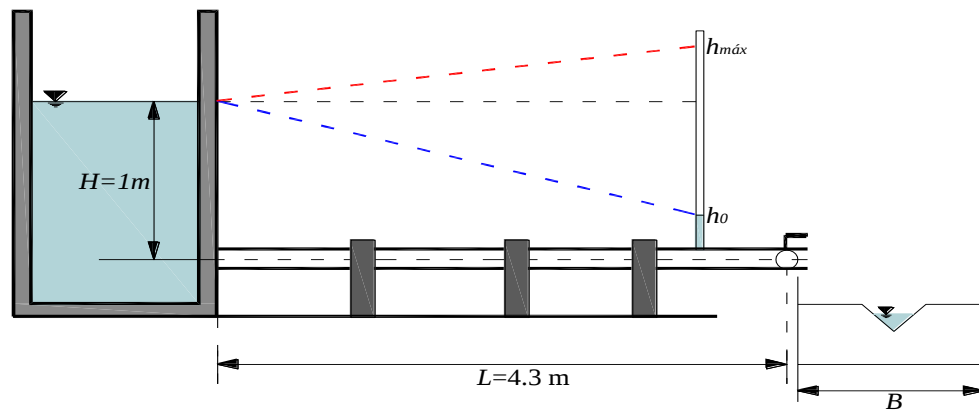

Figura 1. Tubería a presión con válvula de esfera.
1. Establecer un nivel, $H = 1\text{ m}$, sobre el eje de la tubería en el tanque, figura 1.